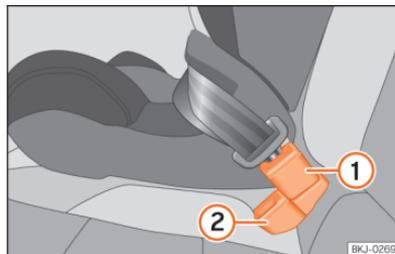

Fig. 42 Posição do fecho do cinto no banco traseiro
- Coloque o fecho do cinto do lugar central »» Fig. 42 1 por trás do fecho do cinto do lugar lateral »» Fig. 42 2.
- Engate a lingueta do cinto de segurança do lugar central no fecho do cinto do lugar central »» Fig. 42 1 até ouvir o encaixe.
- Para que os cintos fiquem corretamente colocados, os fechos não devem estar torcidos »» Fig. 42